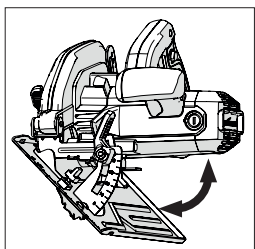

Рис. 14
- Поверните диск под необходимым углом в соответствии с угломерной шкалой. (Рис. 14)
(14) РЕКОМЕНДАЦИИ ПО ЭКСПЛУАТАЦИИ